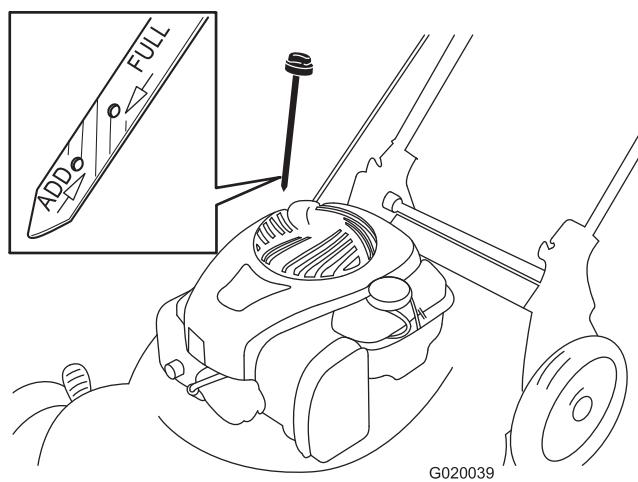

Figura 10
2. Retire la varilla (Figura 10).
- Retire la varilla y observe el nivel de aceite; consulte Figura 10.